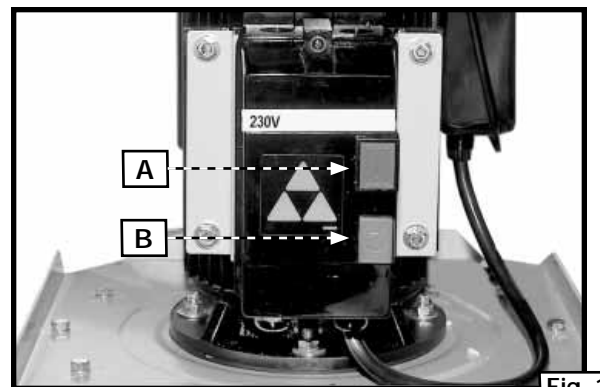
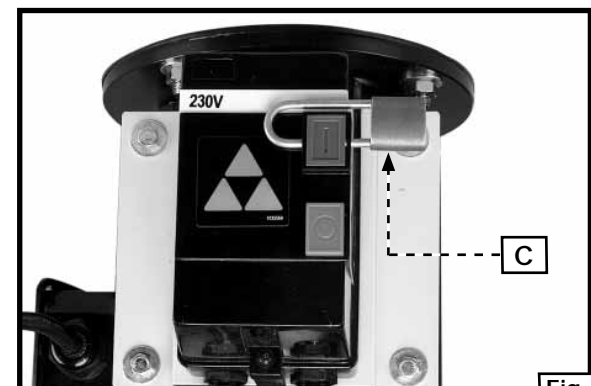

Fig. 19
Fig. 20
Les boutons de mise sous et hors tension (A) et (B) fig. 19, sont logés à l'avant du boîtier moteur. Pour démarrer l'appareil, appuyer sur le bouton « ON » (A).
IMPORTANT : lorsque l'appareil n'est pas utilisé, verrouiller le bouton de démarrage (A) fig. 19, pour empêcher toute utilisation non autorisée, en passant un cadenas (C) fig. 20, muni d'une boucle de 4,75 mm (3/16 po) de diamètre, dans le trou au côté du bouton.